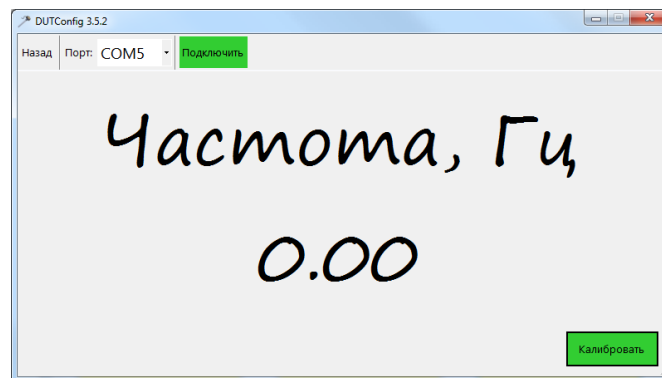

Рисунок 20 – Окно калибровки
7. В появившемся окне (рис. 20) указать порт подключения. Нажать кнопку [Подключить].